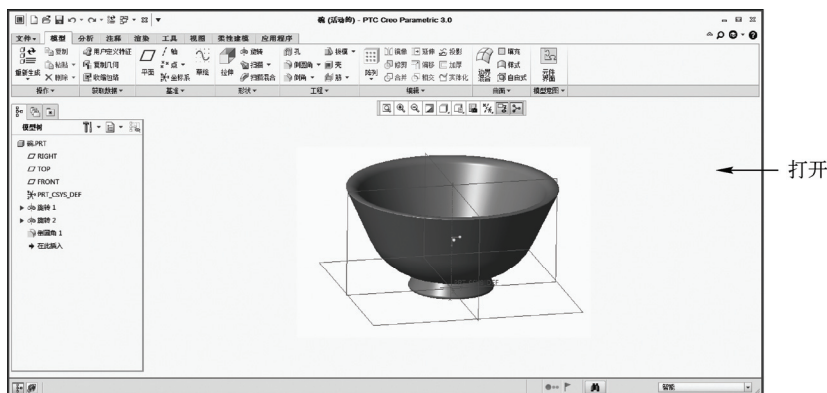

图 1-30 打开模型文件
STEP 03 单击“打开”按钮，即可打开模型文件，如图 1-30 所示。